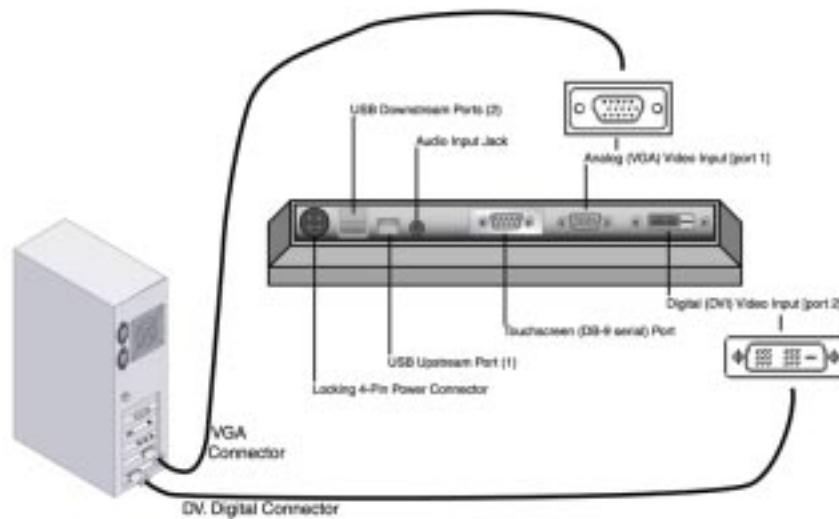

Figure 4 : Branchement du moniteur au système
1. En s'assurant que l'ordinateur et le moniteur sont hors tension, relier le câble vidéo approprié entre le moniteur et le port vidéo de l'ordinateur (Figure 4).